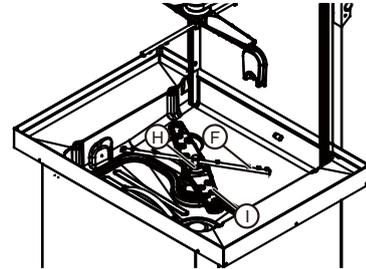

Abbildung 26 Wasch- und Klarspülarme
- Entfernen Sie den oberen und unteren Wascharm „F“ und den Spüalarm „I“ und entfernen Sie die Ringmutter „H“ (Abbildung 26).